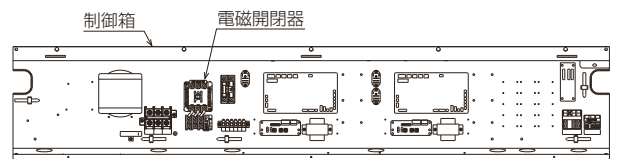

図16
- ①制御箱のカバー（ネジ2本）を取外してください。…図16
- ②制御箱内にある電磁開閉器を取外し、電動機セットのものとの交換してください。（取付けネジは標準品のネジを流用してください）